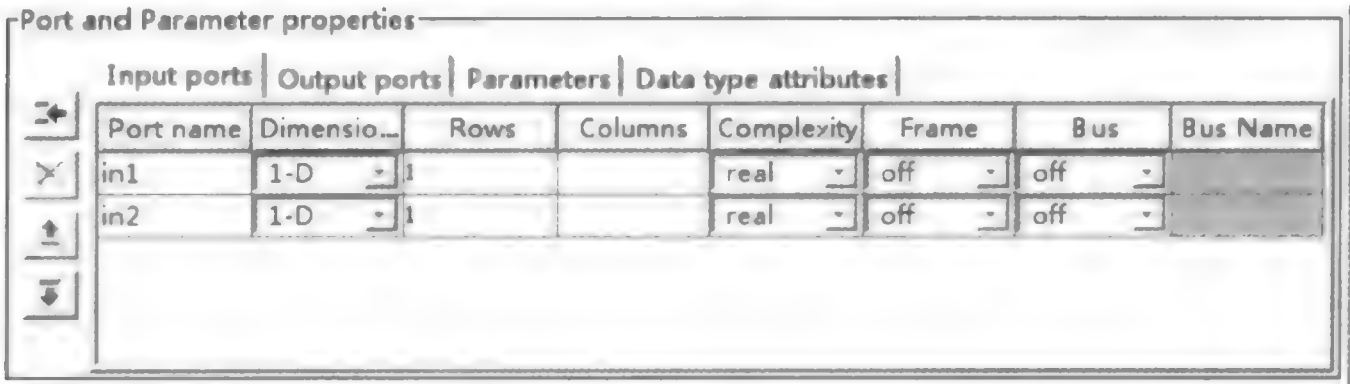

图 4.3.5 输入/输出接口界面
(1) 输入/输出接口界面(Input/output ports),如图 4.3.5 所示。